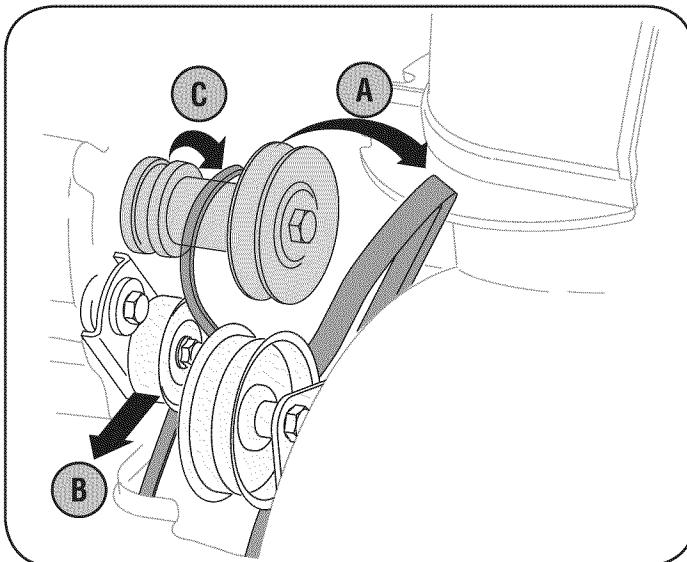

Figura 31
- Tome la polea loca y gírela hacia la derecha. Vea la figura 31.